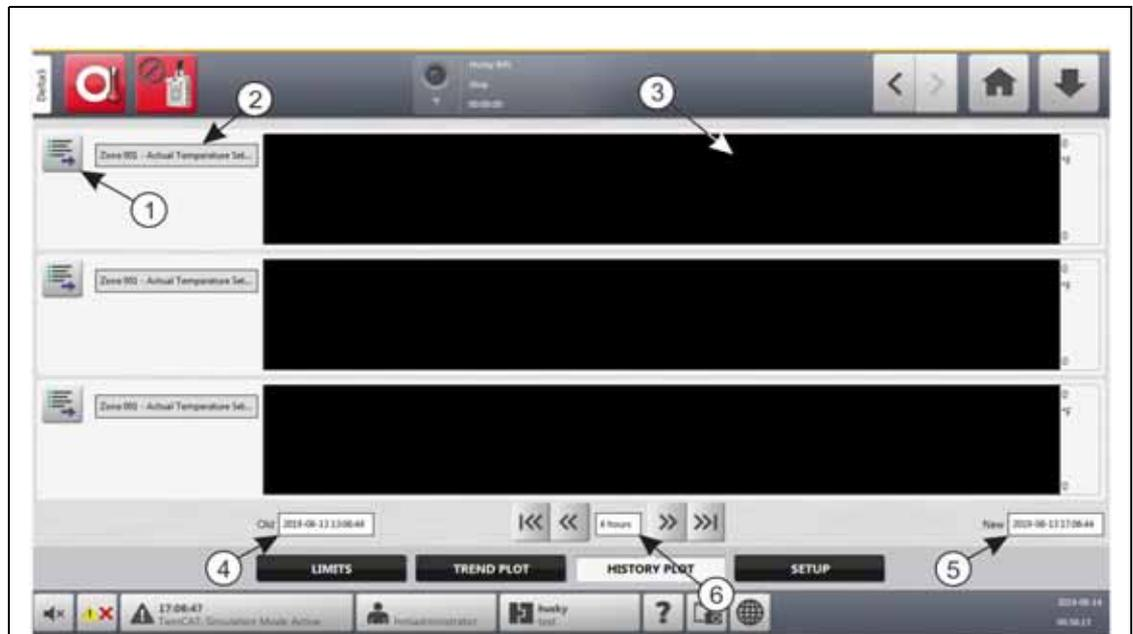

Figure 12-3 Écran Graphique de l'historique
Pour afficher l'écran Graphique de l'historique, appuyez sur le bouton **Surveillance du processus** sur l'écran Accueil, puis appuyez sur l'onglet **Graphique de l'historique**. Veuillez-vous reporter à Figure 12-3.
3. Sur l'écran Graphique de l'historique, appuyez sur le champ **Délai d'exécution**. Veuillez-vous reporter à Figure 12-3.
Les champs de l'ancienne et de la nouvelle date et plage de temps sont identifiés dans Figure 12-3.
1. Sur l'écran Graphique de l'historique, appuyez sur le bouton **Sélection des variables** de la zone ou du procédé à modifier. Veuillez-vous reporter à Figure 12-3.